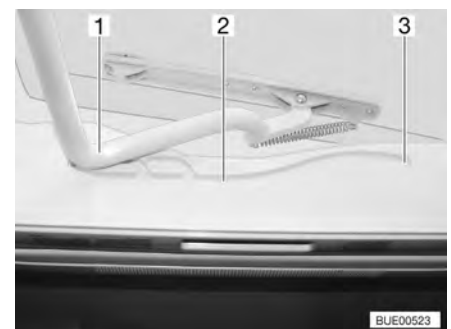

Bild 60 Heki-taklucka, spår
- Dra in bygel (Bild 60,1) i spåren (Bild 60,2) till den bakersta positionen (Bild 60,3).
- Tryck bygel (Bild 60,1) lätt uppåt med båda händerna.
- Drag bygel till önskad position i spåret (Bild 60,2).